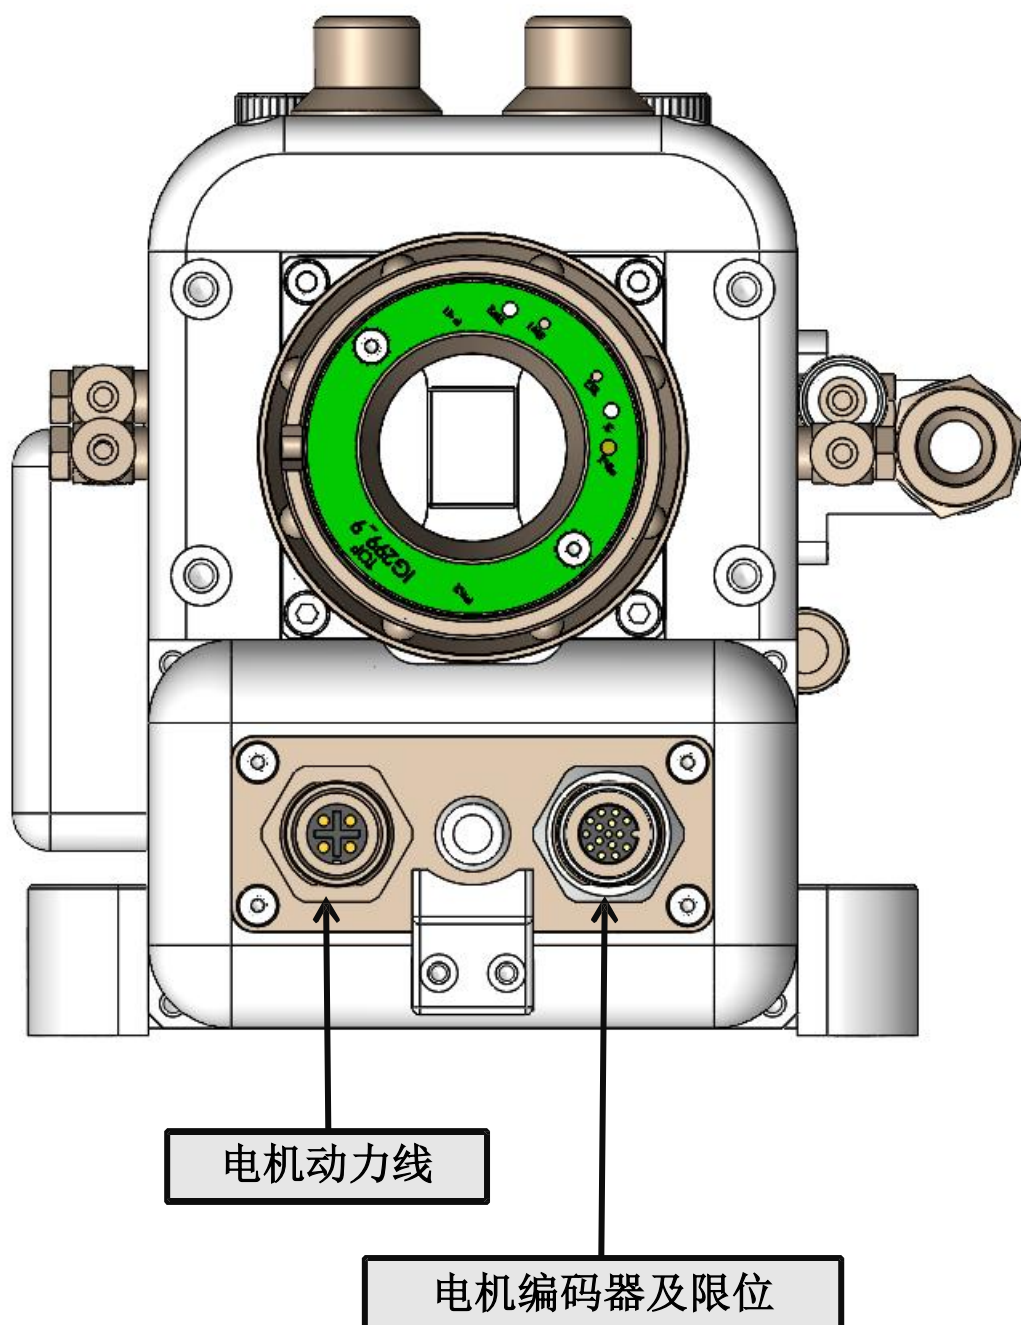

图1.5
① 插拔航空插头时断电操作，否则可能烧坏电机，在接动力线与信号线的时候需要注意缺口位置，避免插坏针脚，如下图1.5所示：